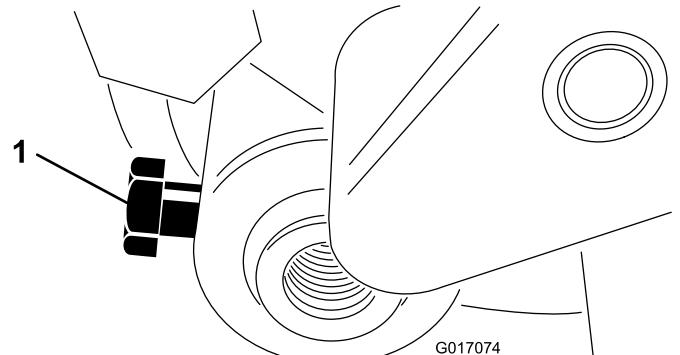

図 28
3. ローラシャフトを刈高アームに固定しているボルトをゆるめる図 28。